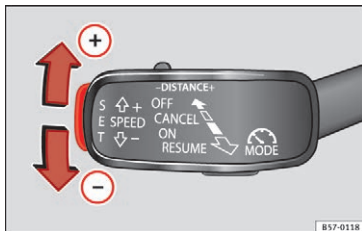

Fig. 179 På venstre side af ratstammen: tredje betjeningsarm til betjening af automatisk afstandsregulering
- Tryk på knappen **[SET]** » **Fig. 179** for at gemme den aktuelle hastighed.
- Tryk betjeningsarmen op/ned et kort øjeblik for at øge eller reducere hastigheden trinvis »» **Fig. 179.**